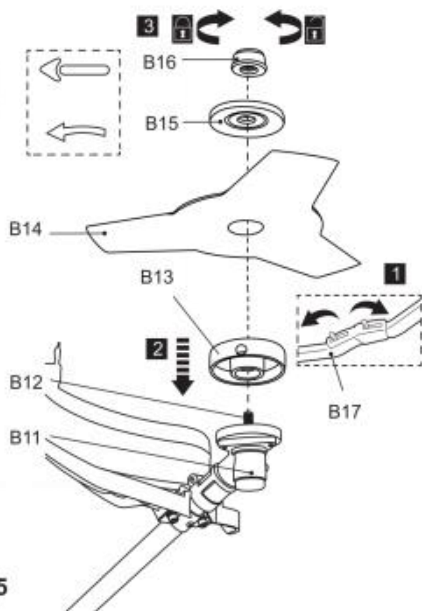

Fig. 5
7) Dra åt muttern (B16) för att säkra skärbladet moturs samtidigt som du låser spindeln (B12) med insexnyckeln (E5). Ta bort insexnyckeln efteråt (fig. 5).